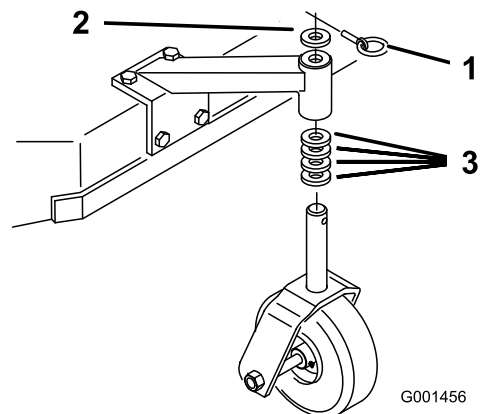

Figure 20
1. En vous reportant au Tableau de hauteur de coupe, ajustez les entretoises des roues pivotantes en fonction du trou de réglage de l'essieu sélectionné (Figure 20).
2. Retirez la goupille de verrouillage, sortez la roue pivotante de son support et changez les entretoises (Figure 20).
3. Mettez la roue pivotante en place dans le support et insérez la goupille de verrouillage (Figure 20).